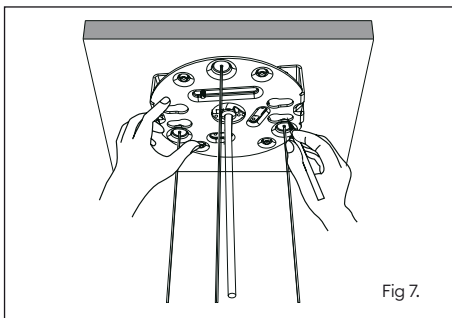

Fig 7.
3. Hold up mounting bracket to mounting surface and mark fixing hole locations onto mounting surface (fig 7).
3. Appliquez le support de montage à la surface de montage et marquez les emplacements des trous de fixation (fig. 7).